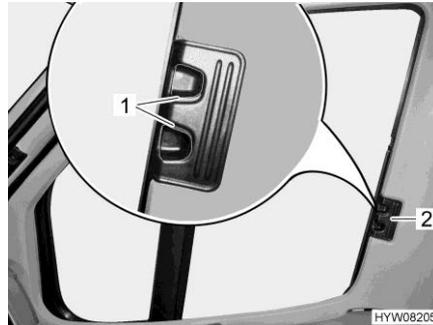

Fig. 59 Estor plegable (ventana del conductor/acompañante)
- Presionar los tiradores de desbloqueo (Fig. 59,1) y mantenerlos presionados.
- Cerrar los estores plegables para la ventana del conductor y la ventana del acompañante tirando en el tirador (Fig. 59,2) hacia el otro lado de la ventana y uniéndolos en las tiras magnéticas.
- Introducir los estores plegables para la ventana del conductor y la ventana del acompañante hasta el tope desplazando el tirador (Fig. 59,2).
- Soltar los tiradores de desbloqueo (Fig. 59,1) y dejar que engatillen.